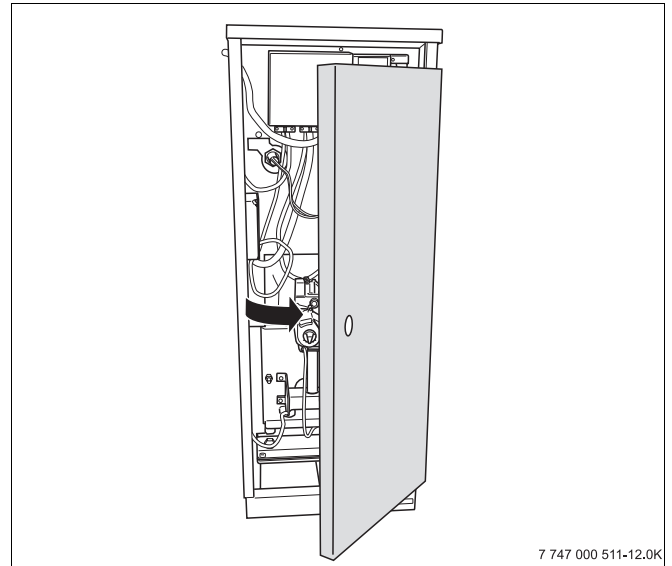

Fig. 19 Opening front door
4. Open front door (→ Fig. 19).